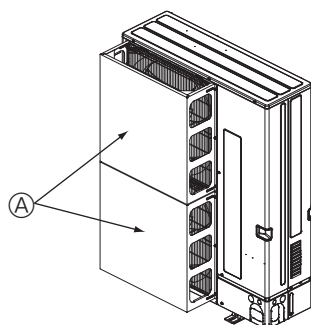

Fig. 2-3
- ② Installer un dispositif de protection contre le vent si l'appareil est installé à un endroit où des vents violents, en cas de typhon par exemple, risquent de souffler directement dans la sortie d'air. (Fig. 2-3)